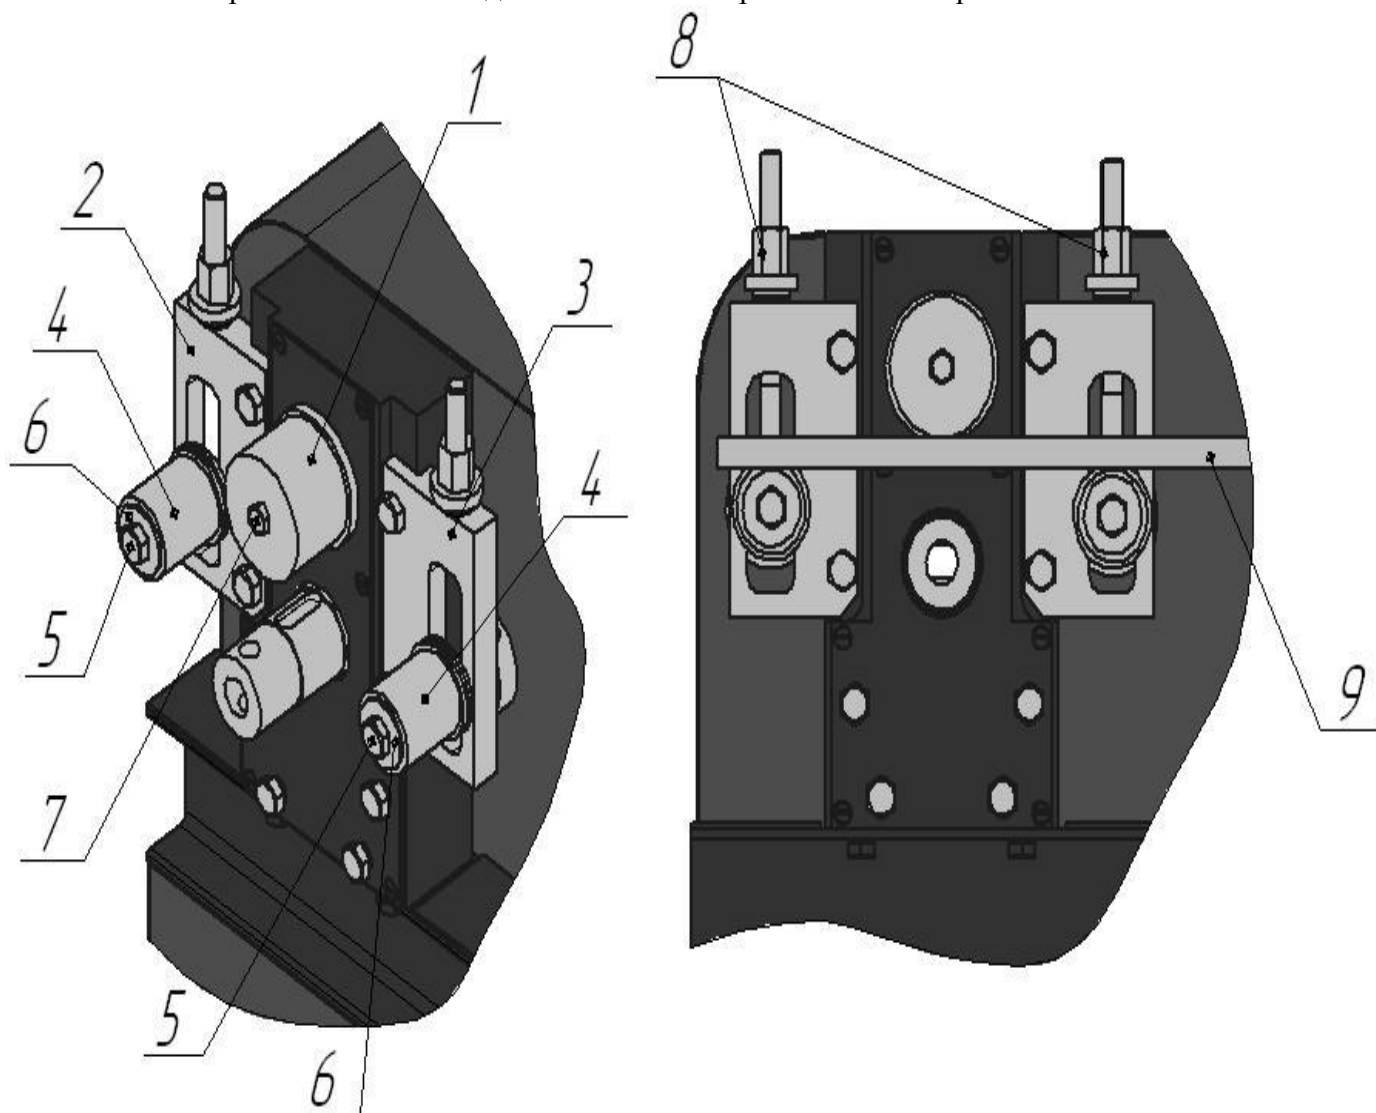

Рис.8 Монтаж дополнительных приспособлений для операции вальцевания.
9.2. Произвести монтаж дополнительных приспособлений рис.8.